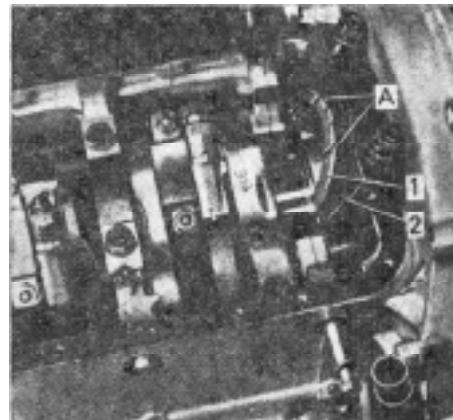

Рис. 88. Установка полукольца упорного подшипника ко-
- установите полукольца упорного подшипника так, чтобы стороны с канавками прилегали к упорным торцам вала (рис. 88);